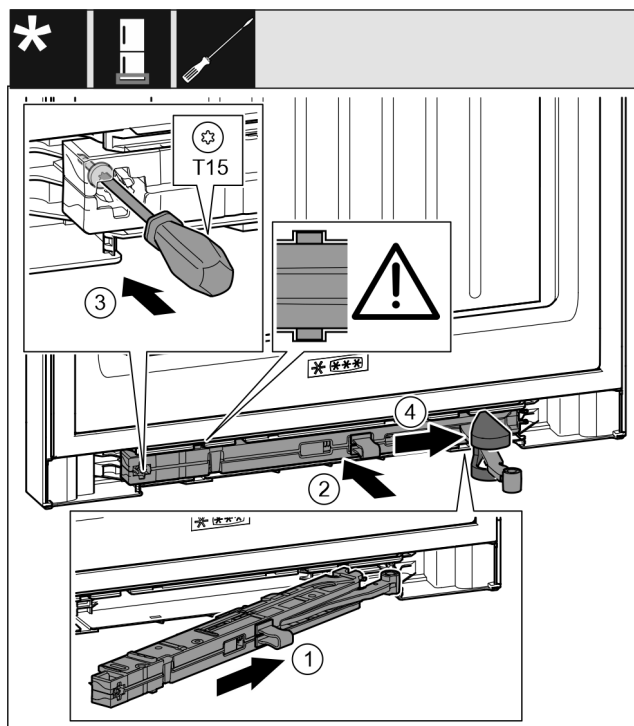

Fig. 42
- ▶ Pe partea suportului de lagăr împingeți înclinat unitatea amortizorului de închidere Fig. 42 (1) până la opritor în degajare.
- ▶ Împingeți unitatea amortizorului de închidere Fig. 42 (2) complet în degajare.
- ▶ Înșurubați ferm șurubul Fig. 42 (3) cu o șurubelniță.
- ▶ Împingeți capacul Fig. 42 (4) peste articulație.